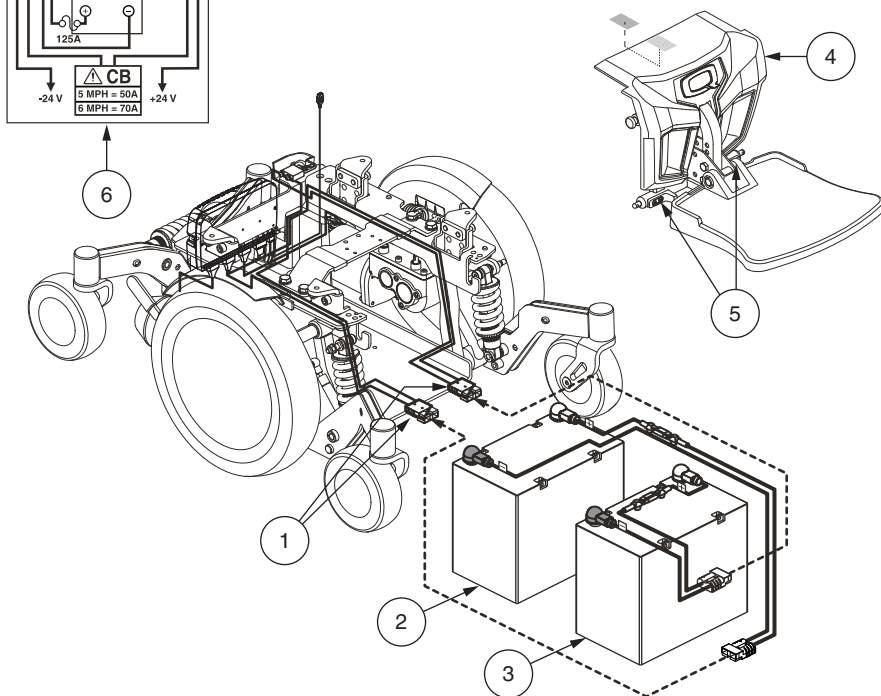

Figure 19. Installation des batteries
3. Retirez le capot avant en comprimant les poignées de détente (**voir la figure 19**) et en soulevant le plateau.
Voir la figure 19.
8. Installez le fil sur la batterie arrière selon le diagramme de branchement. **Voir la figure 19.**